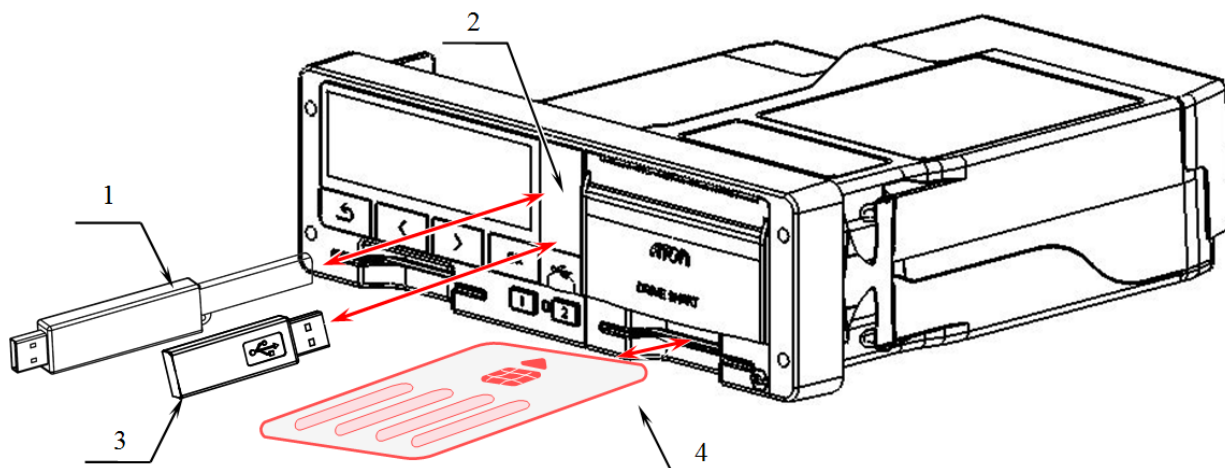

Рисунок 22. Выгрузка данных
- с помощью USB накопителя. Подключение USB накопителя к тахографу производится через USB разъем, расположенный под защитным колпачком (см. Рисунок 22 Выгрузка данных). Необходимая навигация по пунктам меню тахографа подробно указана ниже.